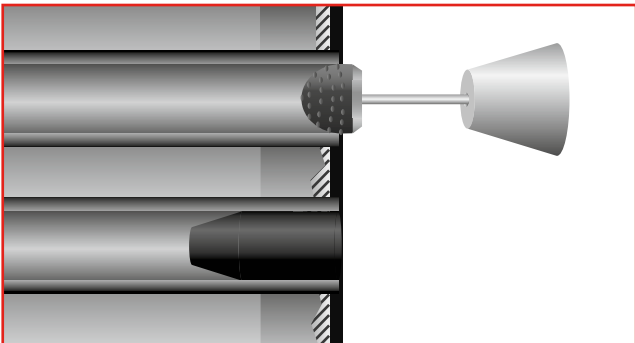

Figura 39. Limpie las entradas de los tubos esmerilando.
**7 Para proporcionar un acabado limpio** en los tubos y permitir un fácil flujo de líquido, remueva el exceso de epóxico. Use un esmerilador cónico para mejores resultados. (Vea la figura 39).